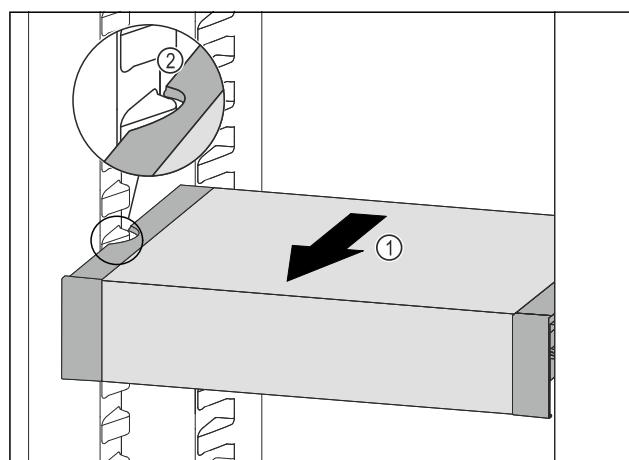

Fig. 134
- Predal VarioSafe povlecite naprej Fig. 134 (1), dokler nista stranska izreza predala VarioSafe na višini nastavka za posodo v hladilniku. Fig. 134 (2)